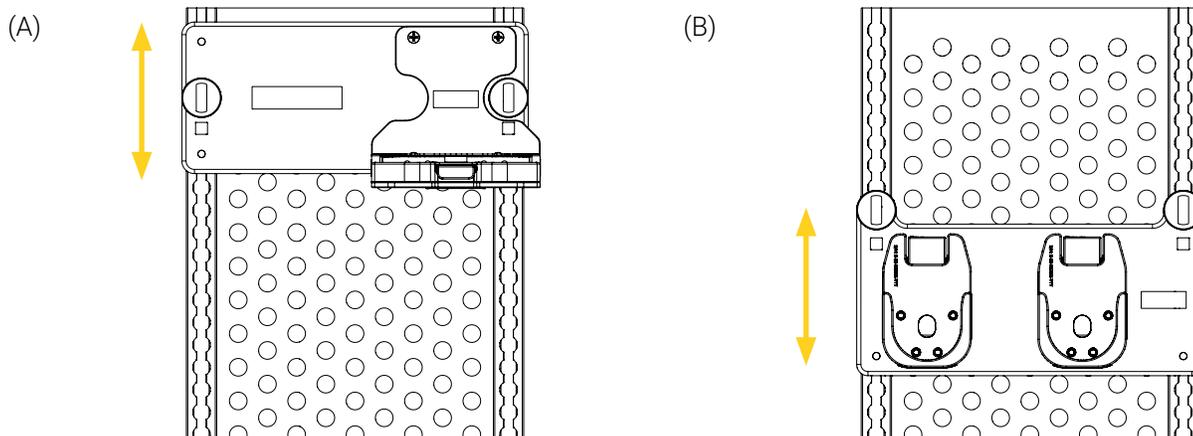

Figure 12: Retrait du système de support des rails verticaux (1 de 2)
4. Glisser le système de support vers le haut ou vers le bas jusqu'à ce que les goujons puissent être retirés des fentes des rails verticaux (Figure 12).